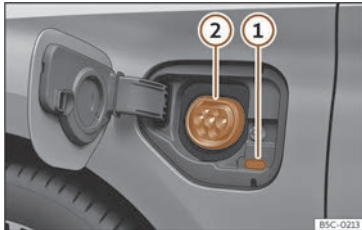

Fig. 56 Detrás da tapa de carga da batería na parte dianteira esquerda: Toma de carga.
>>> **fig. 56**
- Co vehículo desbloqueado, ao premer a tapa de carga da batería esta abrírase >>> **fig. 56**.